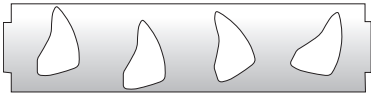

Figura 1. Ubicación de la estructura dentro del disco
- Dado que el disco se produce con diferentes tonos, el proyecto se vuelve decisivo para elegir el degradado de color de la estructura (consulte la figura 1).